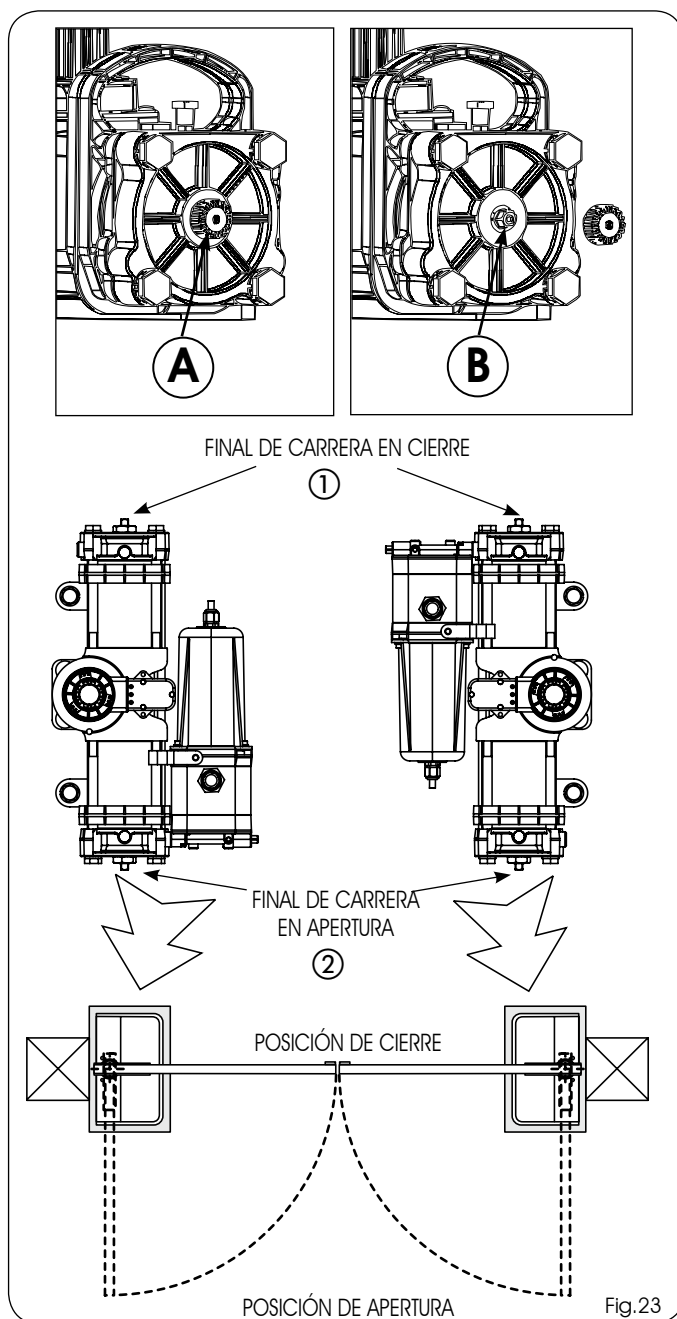

Fig.23
3) Destornille el tapón (Fig.23 ref. A) del tornillo de final de carrera en cierre (Fig.23 ref. ①)
5) Atornille el tapón (Fig.23 ref.A) del tornillo de final de carrera.
7) Destornille el tapón (Fig.23 ref.A) del tornillo de final de carrera de apertura (Fig.23 ref. ②).
8) DESTORNILLE el tornillo (Fig.23 ref.B) de final de carrera en apertura (Fig.23 ref. ②), hasta que la hoja dé señales de movimiento.